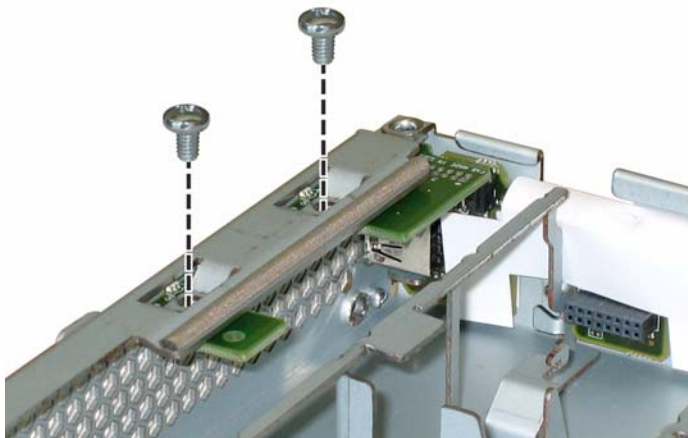

ABBILDUNG 3-25 Lösen der Schrauben der Anzeigenplatine
- a. Lösen Sie die beiden Schrauben, mit denen die Anzeigenplatine am Gehäuse befestigt ist. Siehe ABBILDUNG 3-25.